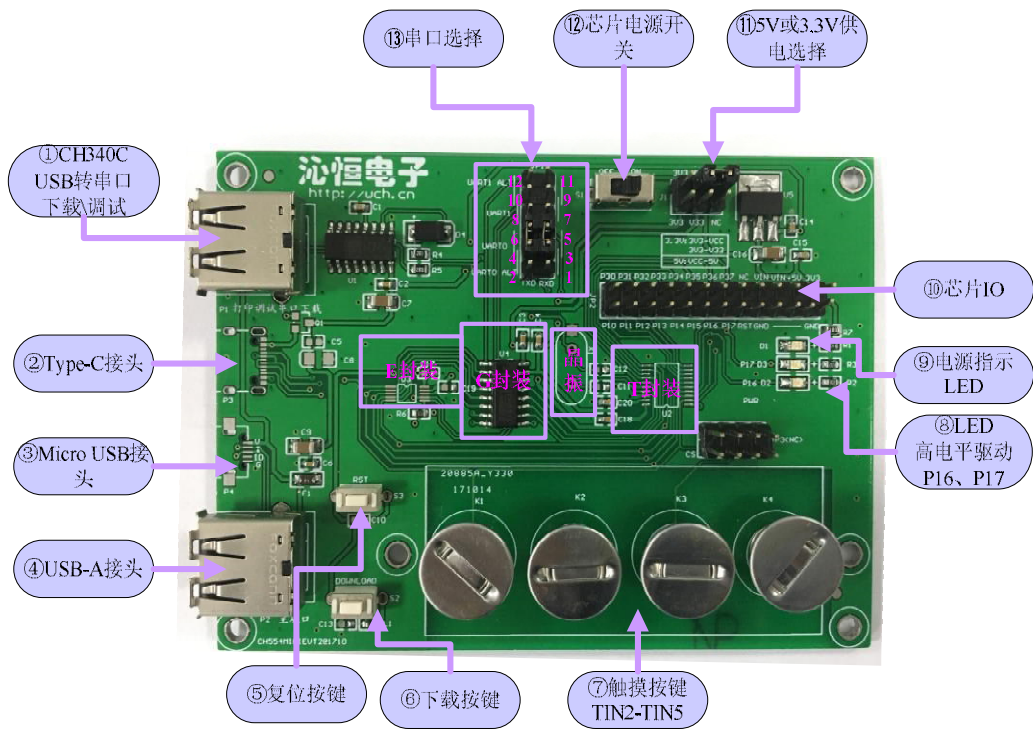

图 1.1：CH554MINIEVT2@1711（新版）
a. 板子断电, 图 1.1 的⑩ 跳线选择芯片供电电压, 如 , 为 5V 供电;
- b. 按住图 1.1 的⑥Download 键，将③或④与 PC 相连；
- d. 松开⑥；
- e. 使用 ISP 软件下载，具体参考 3.3 的①；
- a. 板子断电，图 1.1 的⑩跳线选择芯片供电电压，如，为 5V 供电；
- b. 串口下载使用芯片的 P16 (RXD) 和 P17 (TXD) 引脚，将图 1.1 ⑬选择串口 1 (短接 9-7; 10-8)；
(1) 按键下载：按住图 1.1 的⑥Download 键，通过①连接 PC，松开按键；
(2) 无按键下载：将①连接 PC，ISP 工具选择对应串口号，点击下载，然后给芯片供电（⑫